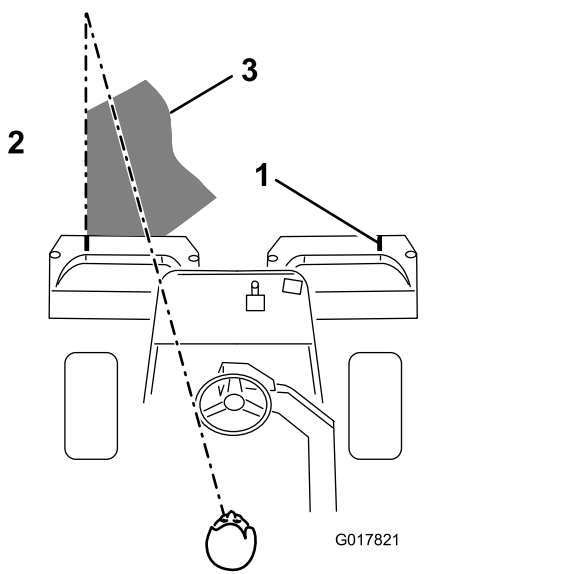

图41
**注意：** 为了保持以直线方式穿过果岭，并使得机器与此前剪草的边缘保持等距，请在机器前到果岭未剪部分的边缘虚构一条长约 1.8~3m 的视线（图41）。有人发现，将方向盘的外缘看作视线的一部分非常有用；即让方向盘边缘对准与机器前面始终保持等距的某个点（图41）。